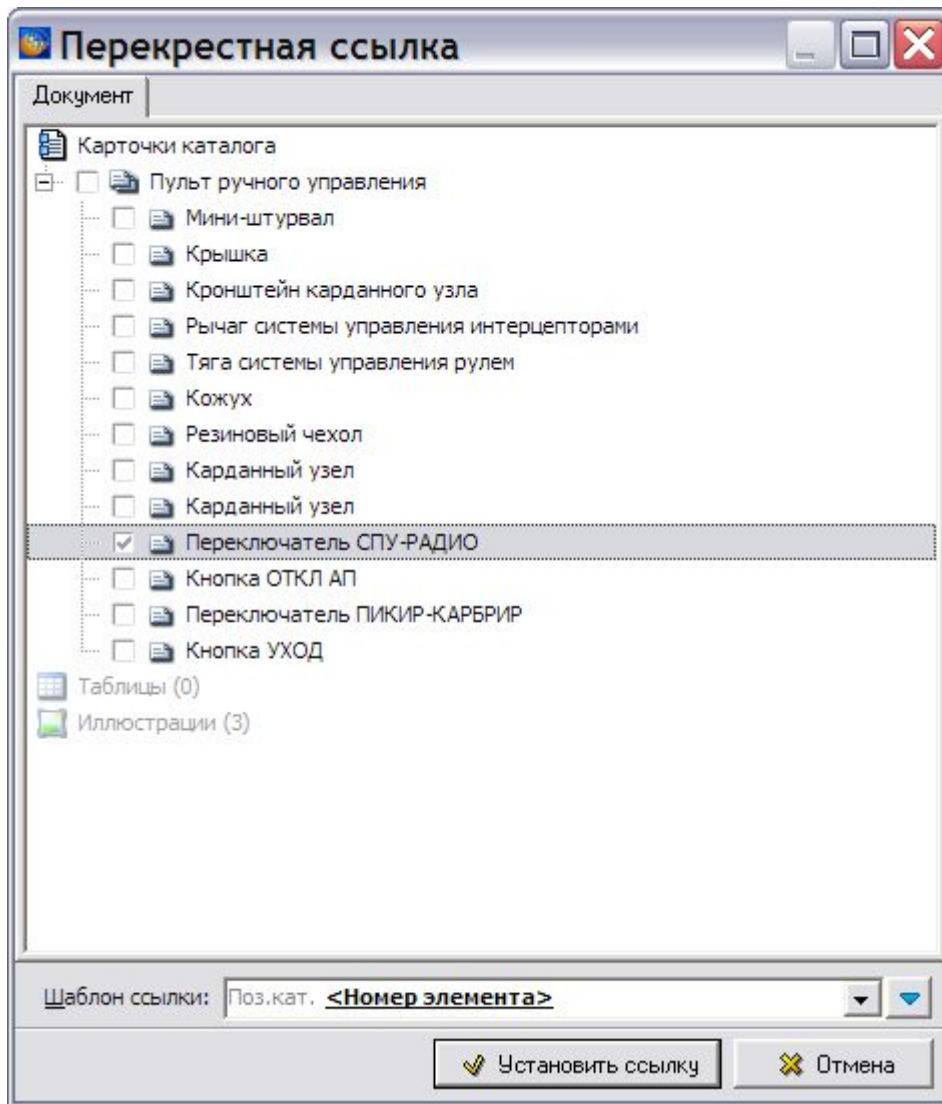

Рис. 5.48
6. В открывшемся окне **Перекрестная ссылка** выберите позицию каталога для ссылки. (Рис. 5.48).